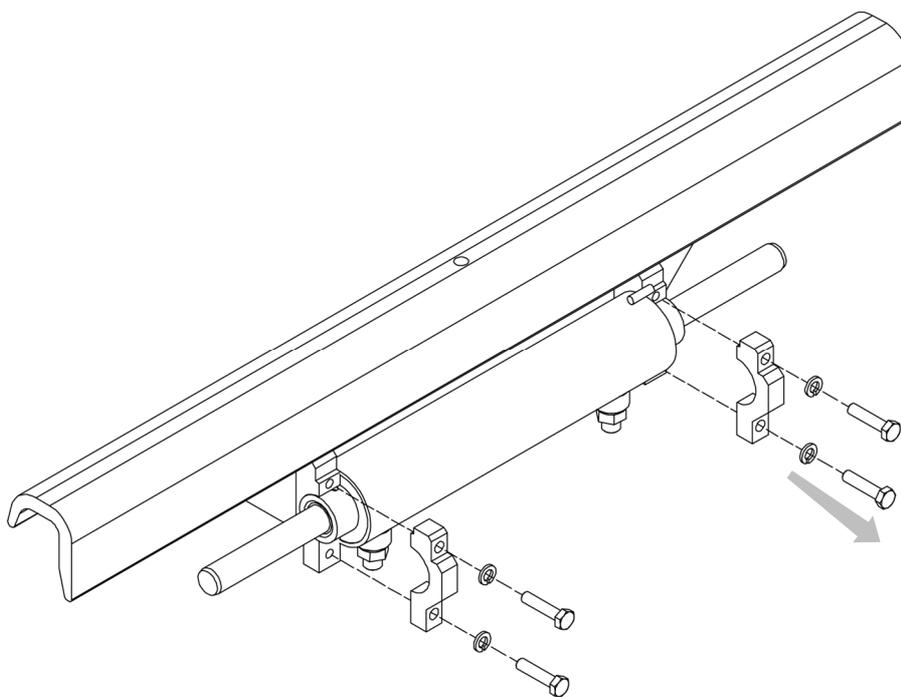

Figure 21
4. Prendre comme référence la *Figure 21*.